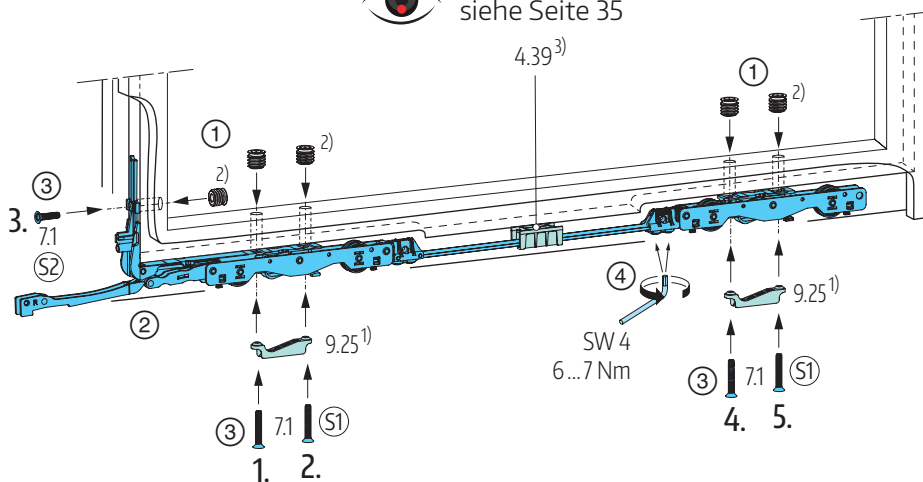

Abb. 11
## Einsetzen der Laufwageneinheit in den Schiebeflügel, Abb. 11
Bauseitige RAMPA Muffen vom Typ SKD D10-M5-L8 oder ähnlich, bündig in die Durchgangslöcher der Glasfalz einschrauben ① (siehe auch Abb. 12). Die gesamte Laufwageneinheit in die Beschlagaufnahme Nut des Schiebeflügels einsetzen ② und mit Schrauben 7.1 (S1, S2 siehe Tabelle) in den RAMPA Gewindemuffen mit 4,5 ... 6 Nm verschrauben ③. **Beachten Sie hierbei unbedingt die Schraubreihenfolge**, welche Sie nach den Nummerierungen gemäß der Abb. 11 durchführen.